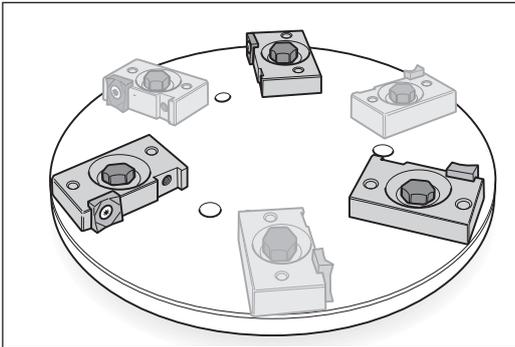

Abb. 38 Ein Frästeller kann mit 3 oder mit 6 Plattenhaltern bestückt werden.
- **Verwenden Sie nur Frästeller mit drei oder sechs Plattenhaltern (Abb. 38)!**
Zur Verringerung der Aggressivität können die Frästeller zusätzlich mit jeweils drei weiteren Plattenhaltern (Abb. 38) und/oder einer zweiten Wendeschneidplatte pro Plattenhalter bestückt werden.